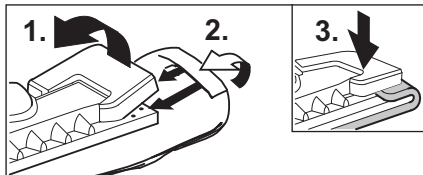

Fig. 11: Montar o esfregão
- Segure o esfregão (H3) no bocal para pavimentos (H1). Dobre o esfregão de comprido e coloque o bocal para pavimentos sobre ele. Puxe consecutivamente as pontas do esfregão debaixo das molas de fixação (H2) (ver fig. 11).